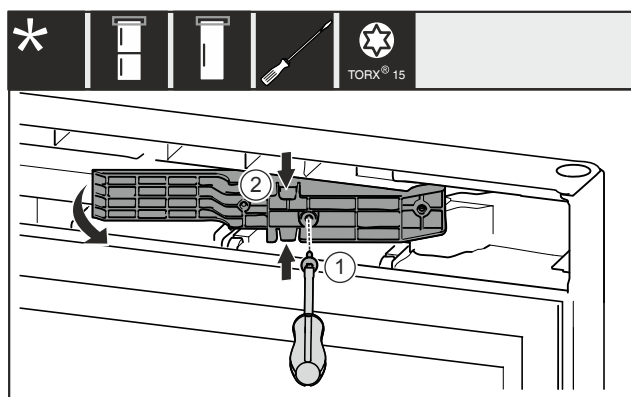

Fig. 16 *
- Odstraňte šroub Fig. 16 (1)*
- Adaptér Fig. 16 (2) nahoře a dole mírně stlačte k sobě a vytáhněte.*